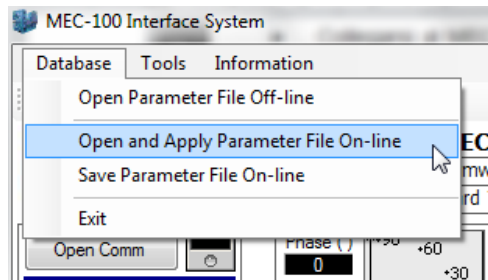

Fig. 5.6.2.a
- Cliquer sur l'élément *Fichier* dans la barre menu du MEC-100 Interface System (voir Fig. 5.6.2.a).